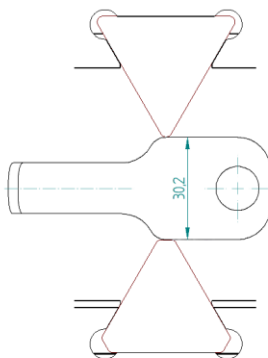

Ilustración 22: Separación mínima posible entre cuchillas
**ADVERTENCIA** ¡Si la distancia entre cuchillas es insuficiente, éstas pueden destruirse al acercarse! Preste atención a que quede una pequeña ranura al juntar las cuchillas. Contrólole antes de utilizar la máquina para cortar cadenas ya que, de lo contrario, podrían destruirse las cuchillas. Por ello, la distancia entre las cuchillas en el estado de partida tiene que ser como mínimo de 3,2 mm (Ilustración 22) y en ningún caso inferior a este valor. Puede comprobar la separación con el soporte de cadena 6059587.